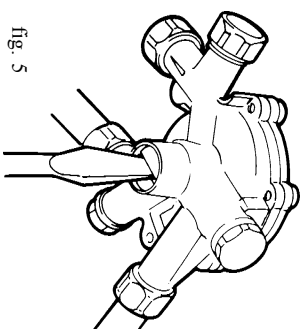

fig. 5
**NOTA:** pueden solicitarse aparatos adecuados para funcionar con baja presión de agua, los cuales no llevan selector de temperatura del agua. El funcionamiento correcto de estos aparatos está garantizado con presiones de agua comprendidas entre 0,2 y 0,5 atmósferas aproximadamente. En la fig. 5 se indica el dispositivo de regulación previa del caudal del agua.